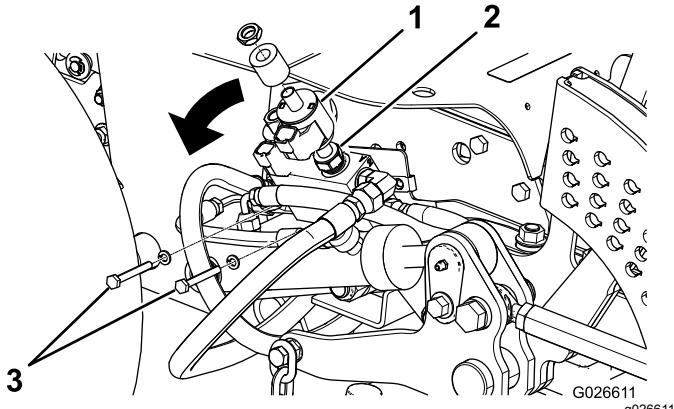

Bild 9
- B. Schieben Sie die Spirale nach oben, um an das Stromspulenventil zu gelangen und lockern Sie vorsichtig das Stromspulenventil (**Bild 9**).
- C. Nehmen Sie zwei Schrauben ab, mit denen der Hubventilverteiler befestigt ist (**Bild 9**).
D. Kippen Sie den Hubventilverteiler nach außen (**Bild 9**).